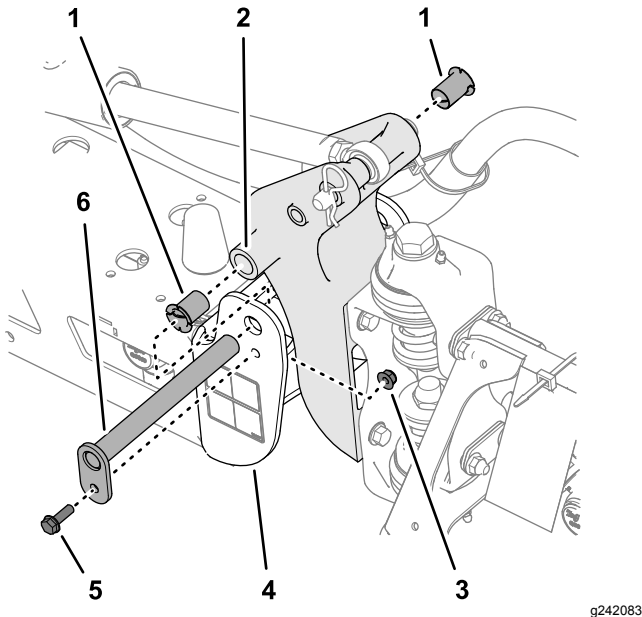

Figura 107
3. Retire el perno y la tuerca que sujetan el pasador de giro, y retire el pasador (**Figura 107**).
5. Retire los casquillos de nylon desde delante y desde detrás del soporte del giro, e inspecciónelos (**Figura 107**).
6. Lubrique los casquillos de nylon con una pequeña cantidad de aceite e instale los casquillos en el soporte del giro (**Figura 107**).
7. Alinee los taladros del soporte de giro con los taladros del perfil de extremo (**Figura 107**).